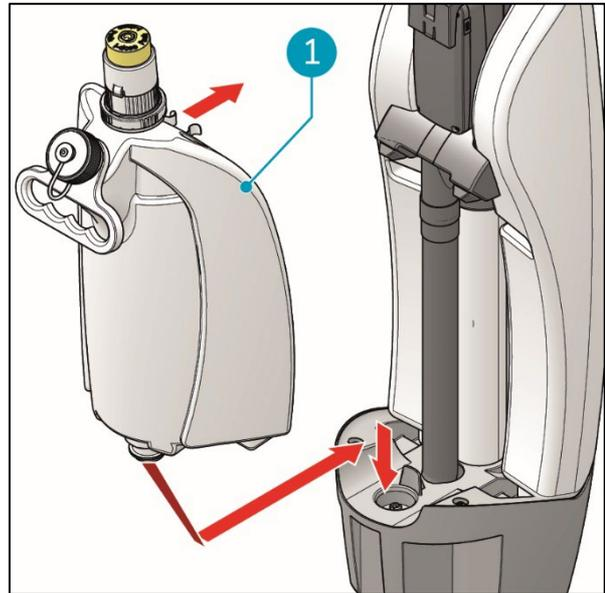

Abbildung 13
2. Stellen Sie den Behälter für die Reinigungslösung (Abbildung 13, Pos. 1) mit dem Ventil voran auf den i-mop XL Pro.